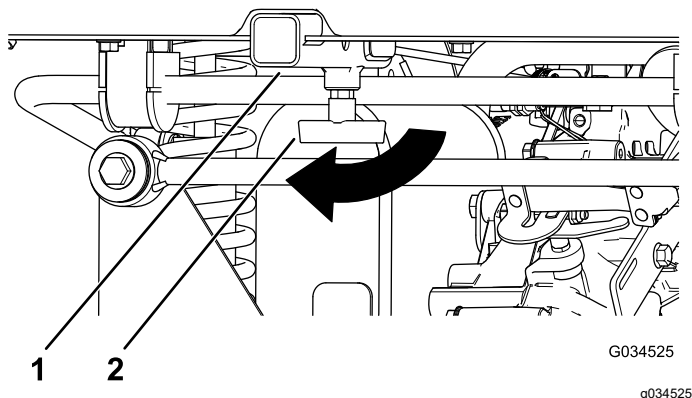

Figure 17
- Desserrez la poignée en T en la tournant dans le sens horaire (Figure 17).
- Insérez l'accessoire dans le récepteur jusqu'à ce qu'il arrive au bout du récepteur (Figure 17).